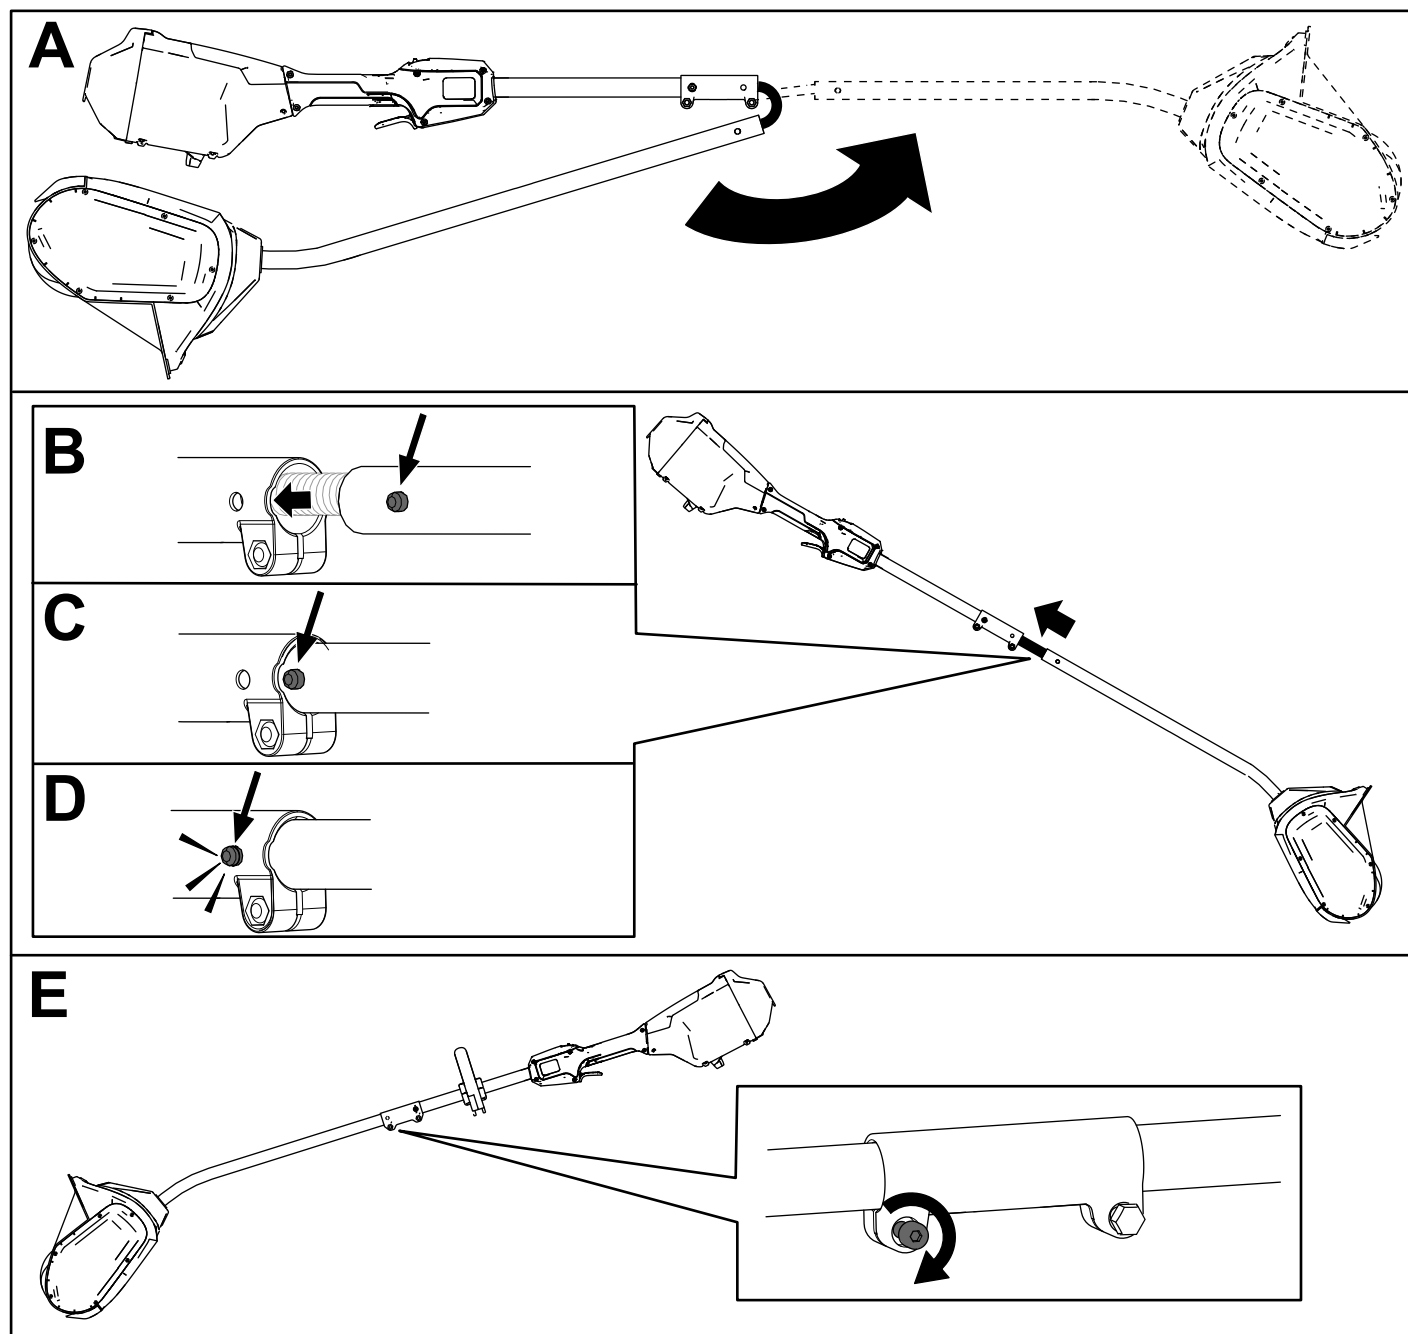

図 4
1. ハンドルを展開する 図 4 のA。
2. 下部シャフトのロックボタンを上部シャフトのスロット穴に合わせ、2つのシャフトを同時にスライドさせる 図 4のBとC。
**注** シャフトが固定されると、ロックボタンがスロット穴にカチッと収まります 図 4のD。
3. 付属の六角レンチを使って、シャフトコネクタのネジをしっかりと固定されるまで締める 図 4のE。